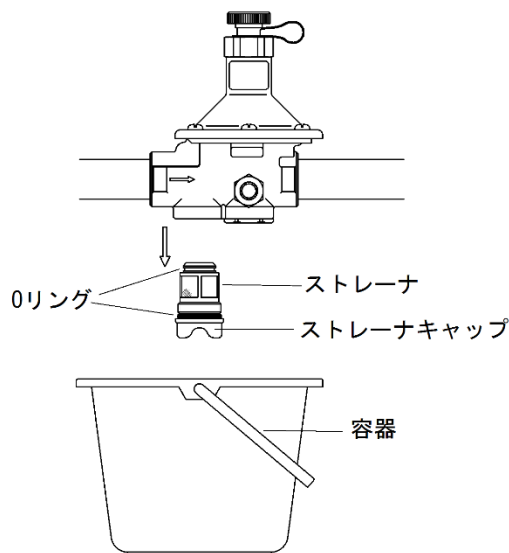

図 13
- (2)分解時は内部の流体が流出しますので、容器等で受けてください(図13)。
- (3)ストレーナは、ストレーナキャップ㉑から外さないで掃除してください。